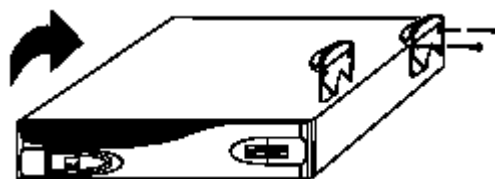

Рисунок 8. Установка ножек ВБМ
6. Положите ВБМ «вверх дном» таким образом, чтобы оставался доступ к правой части устройства (см. рис.8).